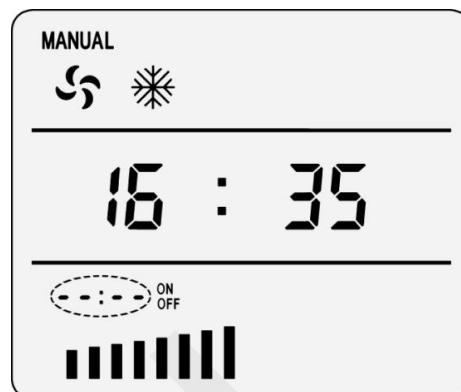

Рисунок 8-11
3) Нажмите кнопку  , дисплей отобразит "ON", "OFF", "--:--" и в мигающем режиме, что означает отмену настроек таймера (рис.8-11).